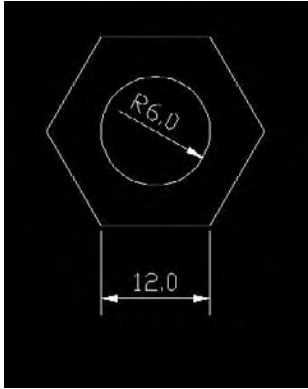

Fig.19.21
- 1 Tracez un polygone de 6 côtés avec une longueur de côté de 12 cm (fig.19.21).